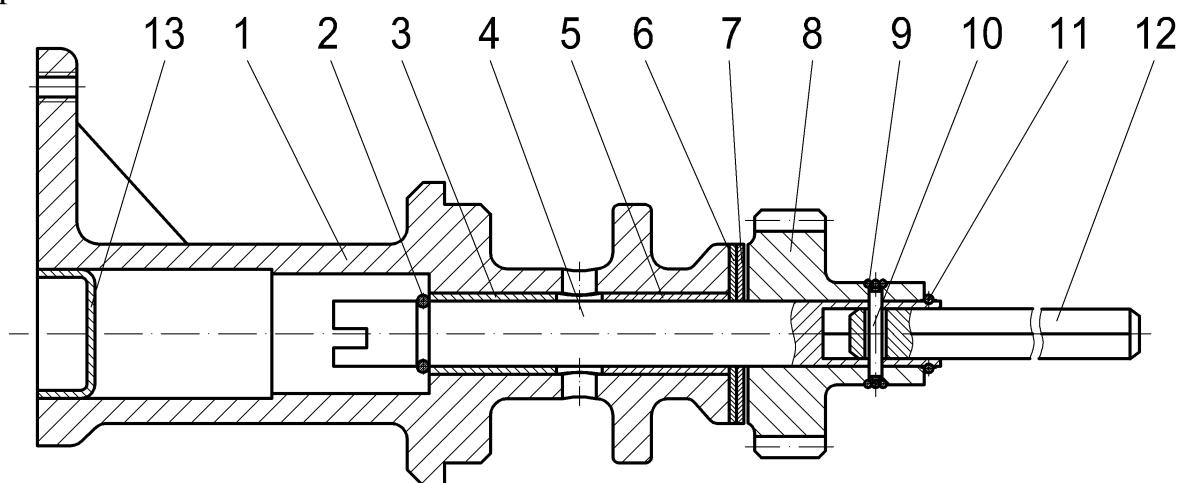

Рис.20. Привод масляного насоса:
**Привод масляного насоса** состоит из корпуса 1 (рис.20), в который запрессованы две втулки 3 и 5 из листовой бронзы. Во втулках вращается валик 4, на нижнем конце которого закреплена штифтом 10 ведомая шестерня 8. Ведущая шестерня находится на распределительном валу.